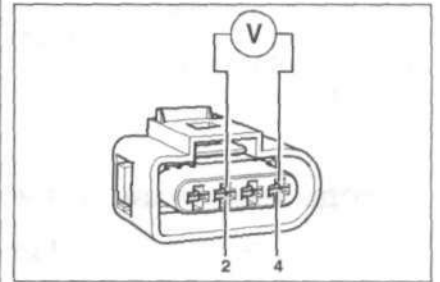

Рис. 4.48. Присоедините мультиметр для проверки напряжения с помощью проводов от V.A.G 1594 к контактам 2 и 4 разъема проводки.
3. Присоедините мультиметр для проверки напряжения с помощью проводов от V.A.G 1594 к контактам 2 и 4 разъема проводки (рис. 4.48).
10. Присоедините диодный тестер V.A.G 1527 с помощью проводов от V.A.G 1594 к контактам **1** и **4** (выход 1) и к контактам **2** и **3** (выход 1) отсоединенного разъема (рис. 4.48).